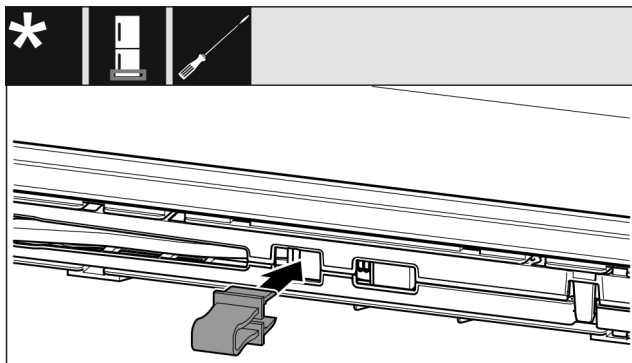

Fig. 14
- Hekt sikringen fast i åpningen Fig. 14 ().